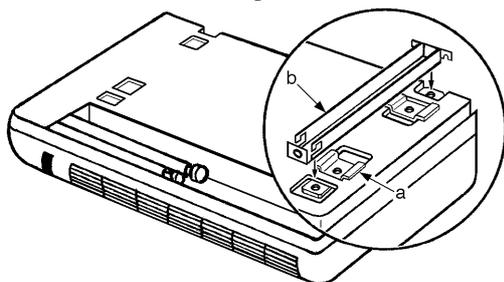

Fig.4
c) Enlever la carrosserie du climatiseur pour découper le passage d'évacuation des condensats suivant le prédécoupage. (fig. 4 - rep. c).
c) Withdraw the air conditioner casing, then remove the covers on the pre-cut condensate drain pipes (fig. 4 - ref. c).